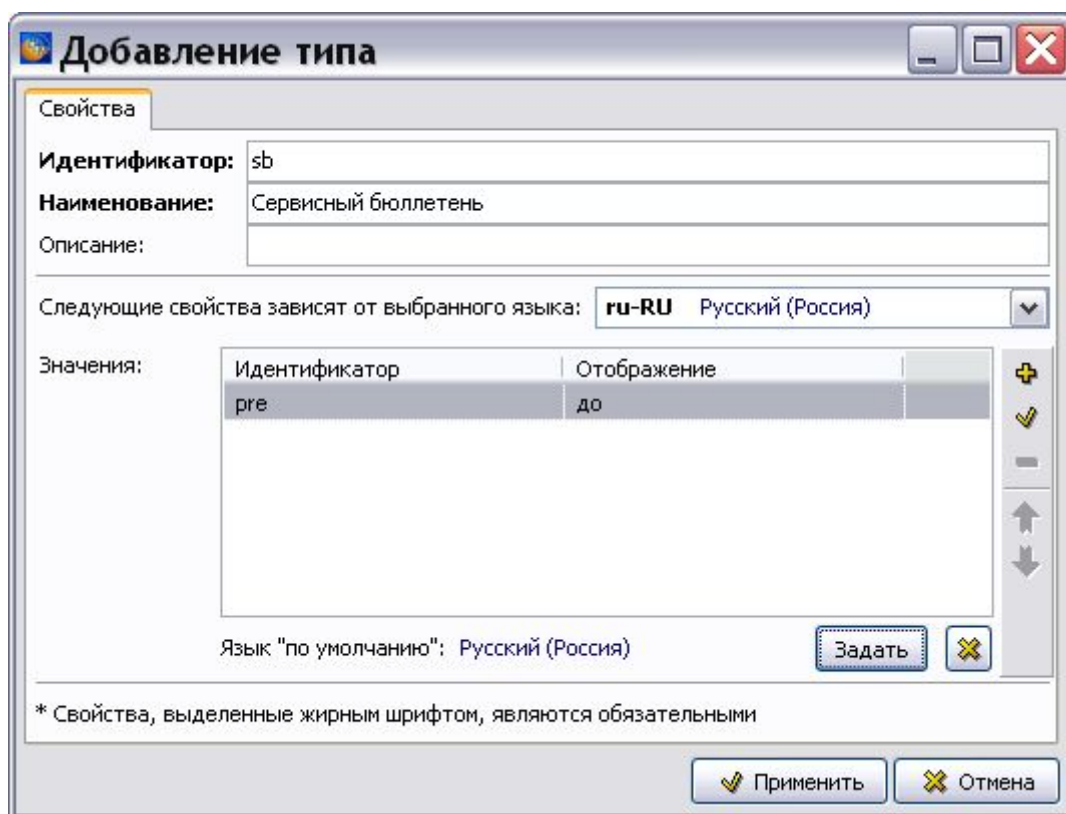

Рис. 2.141
5. Выберите тип значения – **Одиночное**. В поле **Идентификатор (начало)** введите значение типа, например «pre». Задайте отображение значения для всех языков проекта - на русском «До» и английском «Pre». При нажатии на кнопку  произойдет возврат в диалоговое окно **Добавление типа**. Введенное значение отобразится в области **Значения** (Рис. 2.141).